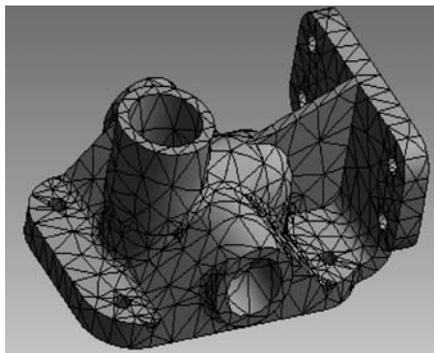

图 3.53 默认网格
(2) 右击 Part2 和 Part3,选择 Suppress Body 将 Part2 和 Part3 暂时压缩,右击 Mesh 后选择 Generate Mesh 命令,对 Part1 生成默认网格,如图 3.53 所示,可以看出默认网格质量很差,远达不到使用要求。